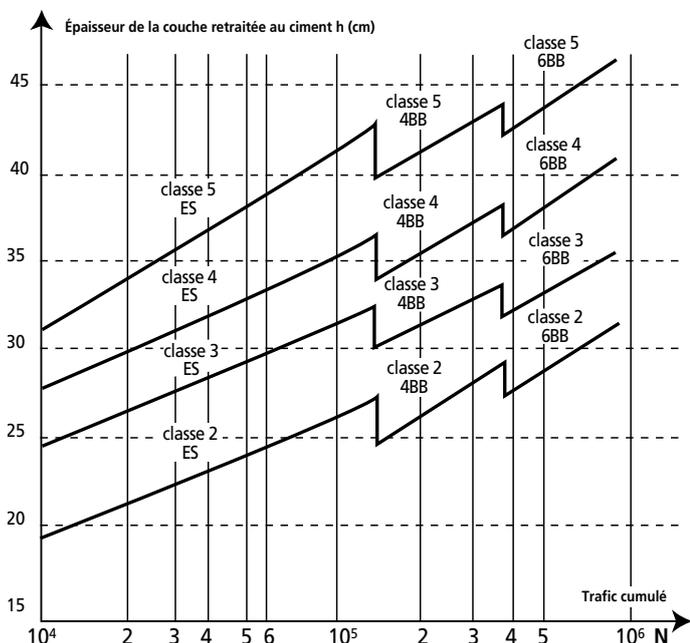

Figure 2 : détermination de l'épaisseur de la couche retraitsée au ciment. Classes de résistance 2, 3, 4, 5.
- en lisant sur l'abaque (figure 2) ci-après, pour une portance de la plate-forme P3, l'épaisseur de l'assise "h" qui dépend du trafic cumulé "N" ou de la classe de trafic (T6, T5, T3 ou T3⁻), de la classe du matériau retraits (classes 2, 3, 4 ou 5) et de la nature de la couche de surface choisie :